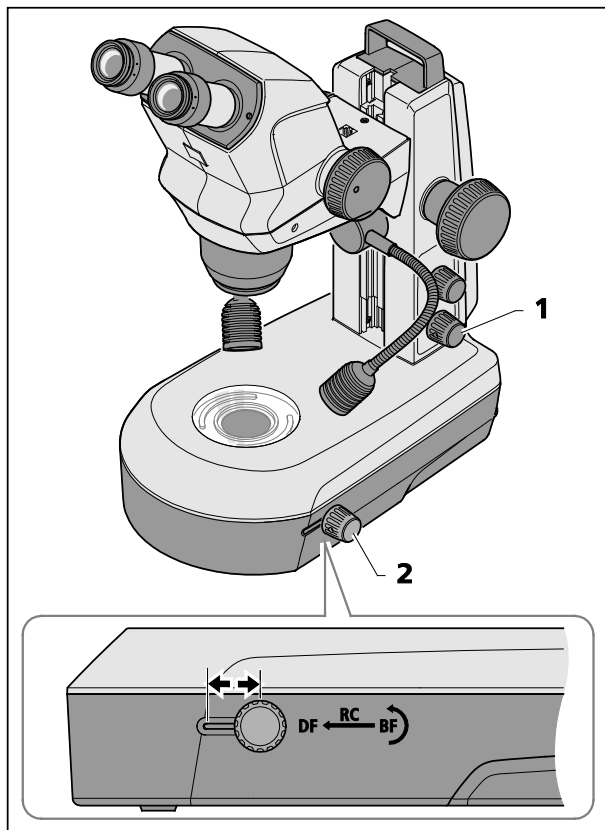

図 20 透過光ユニット (スタンド内) K LAB
- 下側の回転ボタン (図 20/1) を押して、透過光をオンにします。
- 回転/スライドボタン (図 20/2) を後ろ側の位置にスライドして、明視野 (BF) に調整します。
- 回転/スライドボタン (図 20/2) を回して、透明/反射鏡を旋回する、あるいは角度を調整します。
- 回転/スライドボタン (図 20/2) を前側の位置にスライドして、暗視野照明 (DF) に切り替えます。
回転/スライドボタン (図 20/2) を中央の位置にスライドし、鏡を傾けると、斜光効果 (RC) が生じます。